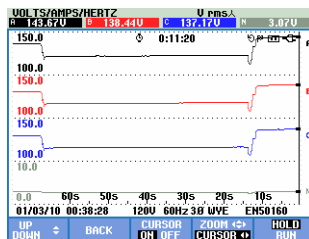

Figura 23-5. Visualizzazione dell'andamento, cursore attivato
- Utilizzare il tasto F2 e F3 per attivare il cursore (solo in modalità Attendi). Utilizzare i tasti freccia sinistra/destra per spostare il cursore in orizzontale lungo gli andamenti. Il valore degli andamenti in corrispondenza del cursore viene visualizzato nell'intestazione della schermata, come mostrato nella Figura 23-5. Posizionando il cursore sull'estremità destra o sinistra della schermata, l'andamento si sposta verso destra o verso sinistra.